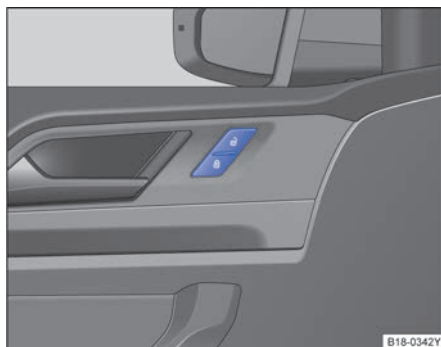

图 45 驾驶员侧车门内：中央门锁按钮。
行驶车速超过 15km/h 时汽车自动闭锁⇒ 第 28 页。闭锁汽车后中央门锁按钮里的指示灯 以黄色点亮⇒ 图 45。
- 如短时间内反复按压汽车钥匙上的按钮⇒ 图 41 或中央门锁某个按钮⇒ 图 45，则中央门锁系统将暂时关闭，防止系统过载。然后汽车处于解锁状态约 30 秒钟。在此期间，若未打开车门或行李厢盖，随后汽车将自动闭锁。
按压按钮⇒图 45:
- 按压  按钮⇒图 45。